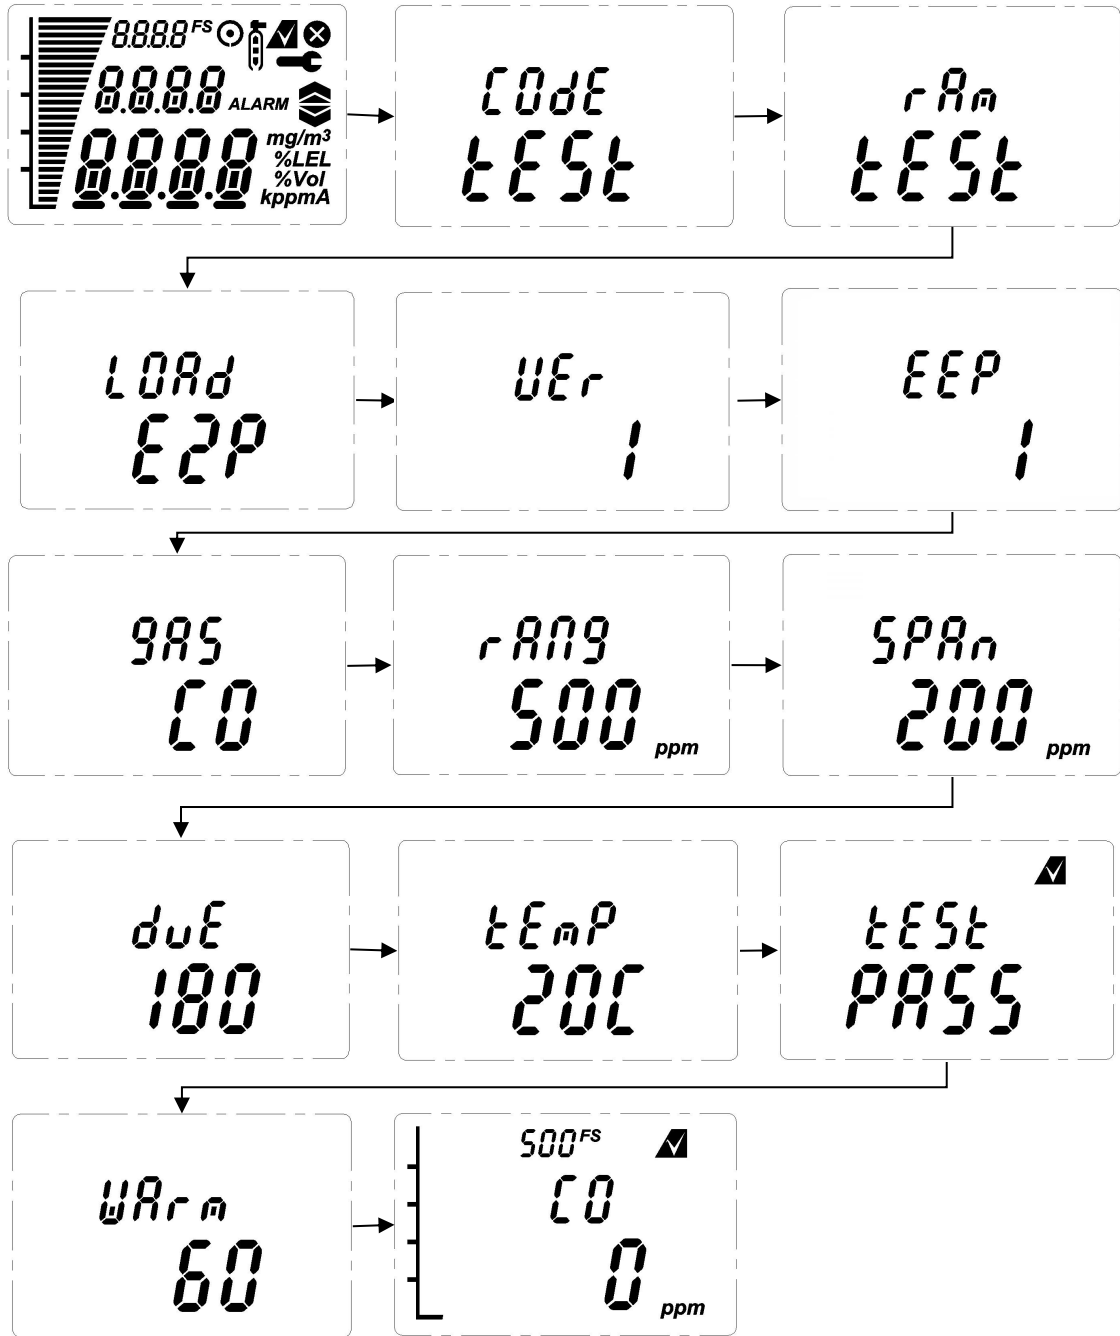

图 15: 正常启动模式(CO 探测器)
10. 启动顺序按图 15 所示。
要仔细了解图 15 所示内容，请参阅第 13.3 章“查阅模式”。